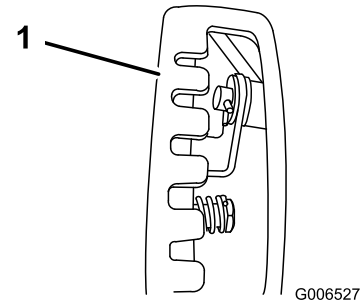

Figure 7
6. Soulevez la tige de commande de vitesses et insérez le tourillon dans le trou du levier sélecteur de vitesses (Figure 7).
Remarque: Pour faciliter l'installation, regardez par l'ouverture du sélecteur de vitesses (Figure 7).